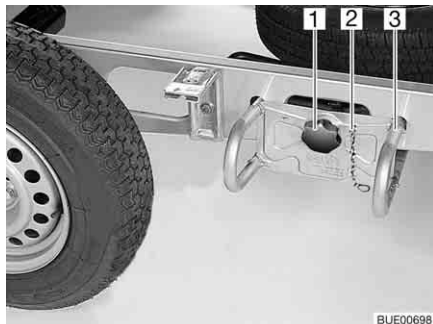

Bild 222 Ersatzrad-Halterung
- Die Sicherungskette (Bild 222,2) aushängen.
- Den Sterngriff (Bild 222,1) lösen und herausdrehen.
- Den Ersatzrad-Halter (Bild 222,3) ca. 10 cm weit herausziehen und am Boden ablegen.